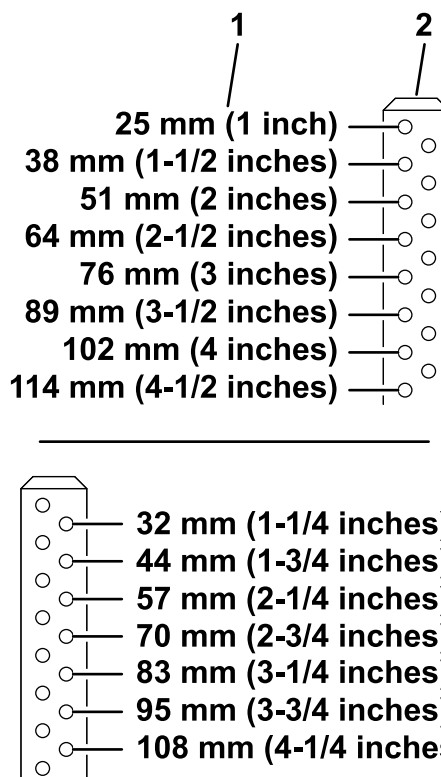

Figure 18
4. Sur le côté du tablier levé, insérez les goupilles fendues dans les trous pour obtenir la hauteur de coupe voulue (voir Figure 18).
- A. Les goupilles fendues avant et arrière sont placées dans les mêmes trous avec les entretoises correctes dessous (voir Figure 18).